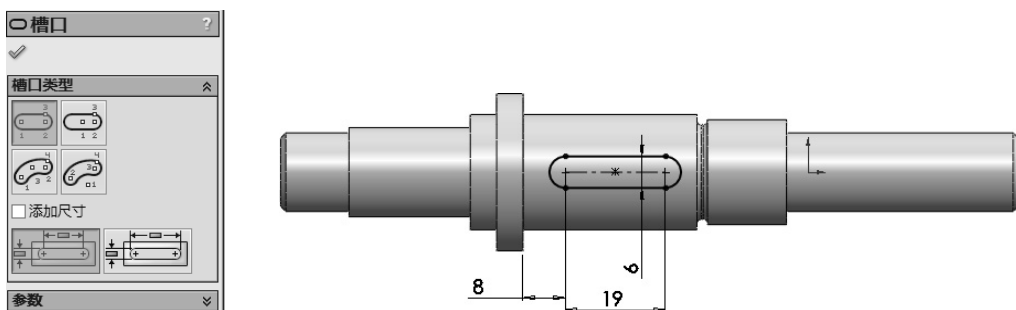

图 2-12 创建“直槽口”线操作
STEP 3 单击“草图”工具栏中的“智能尺寸”按钮，捕捉槽口的横向线段定义槽口宽度为 6mm，捕捉两个圆弧的圆心定义槽口长度为 19mm，再捕捉左侧圆弧圆心与左侧边界线，设置距离为 8mm，定义槽口的位置，如图 2-12 所示。